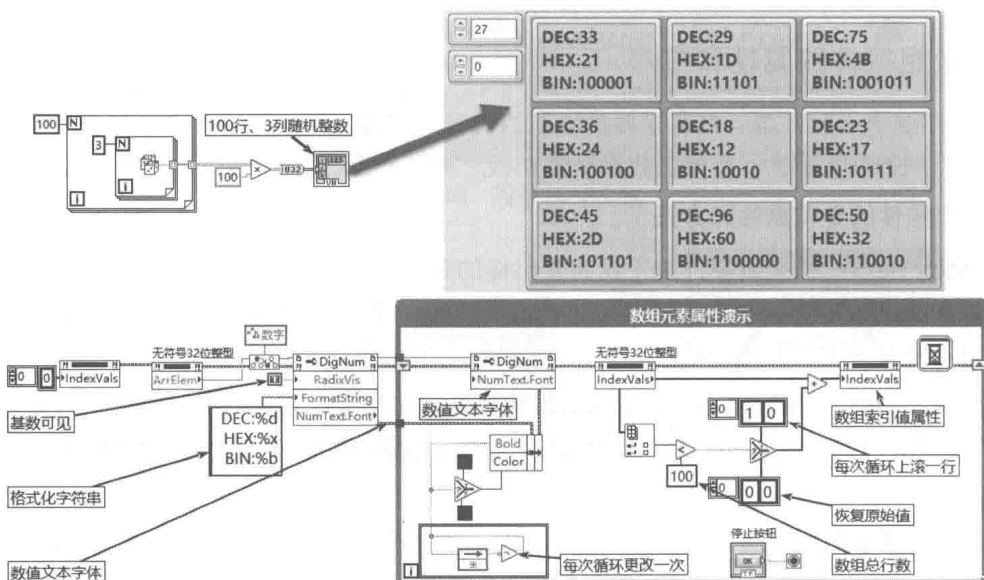

图 6-56 修改数组元素字体属性、数组值索引属性
(2) 在图 6-56 中展示了如何统一修改数组元素的属性。数组元素具有相同的数据类型和属性, 比如标签、标题等。对单个元素属性的修改将作用于所有元素, 没有直接的方法可以修改某个元素的属性。